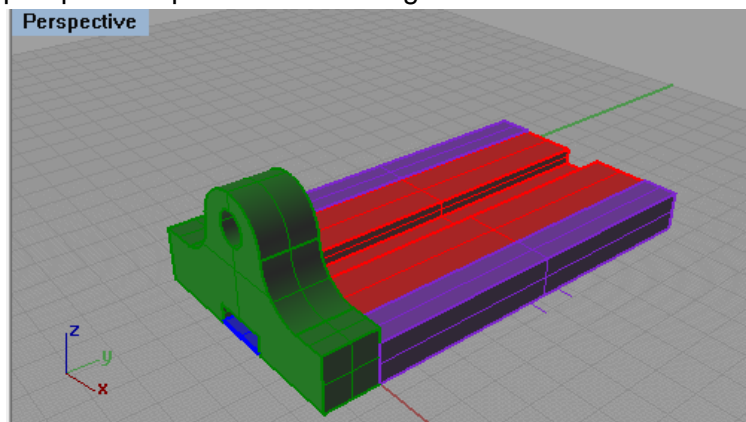

Figura 5.52
5.- En la ventana perspectiva quedará como la figura 5.52.